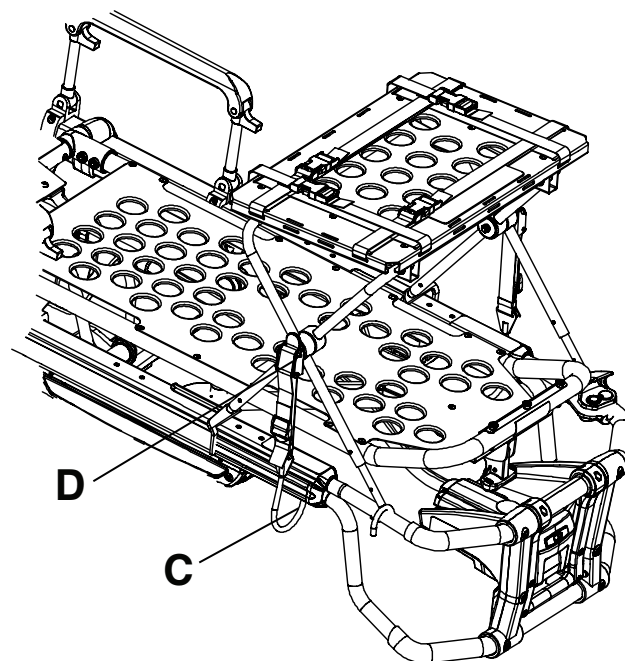

Figura 19 – Posizionamento del gancio di blocco (mostrato nel modello 6506)
6. Posizionare il gancio di blocco (C) sotto il telaio del lettino o il dispositivo di ancoraggio al lato piedi e spingere la linguetta (D) verso l'alto fino a bloccarla in posizione su un lato e ad avvertire uno scatto (Figura 19). Ripetere la procedura dall'altro lato.